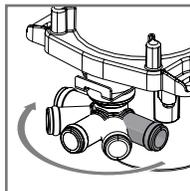

Abbildung 5. Drehbare Ansaugöffnung
10. Drehen Sie ggf. die Ansaugöffnung am Heizgerät, um den Zufuhrschlauch zu befestigen. (siehe Abbildung 5).